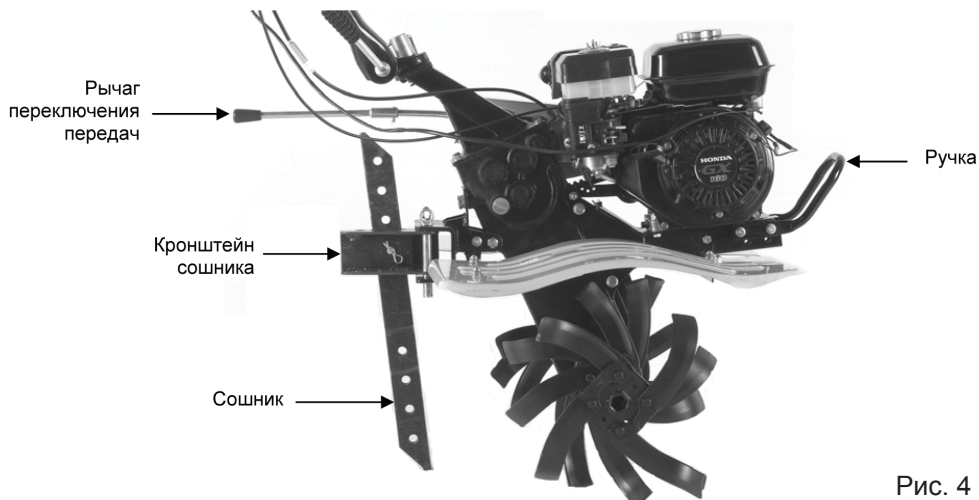

Рис. 4
3. Установите на культиватор кронштейн сошника и сошник (Рис. 4)
4. Установите переднюю ручку с помощью 4 болтов и гаек (Рис. 4)
5. Установите рычаг переключения передач (Рис. 4)